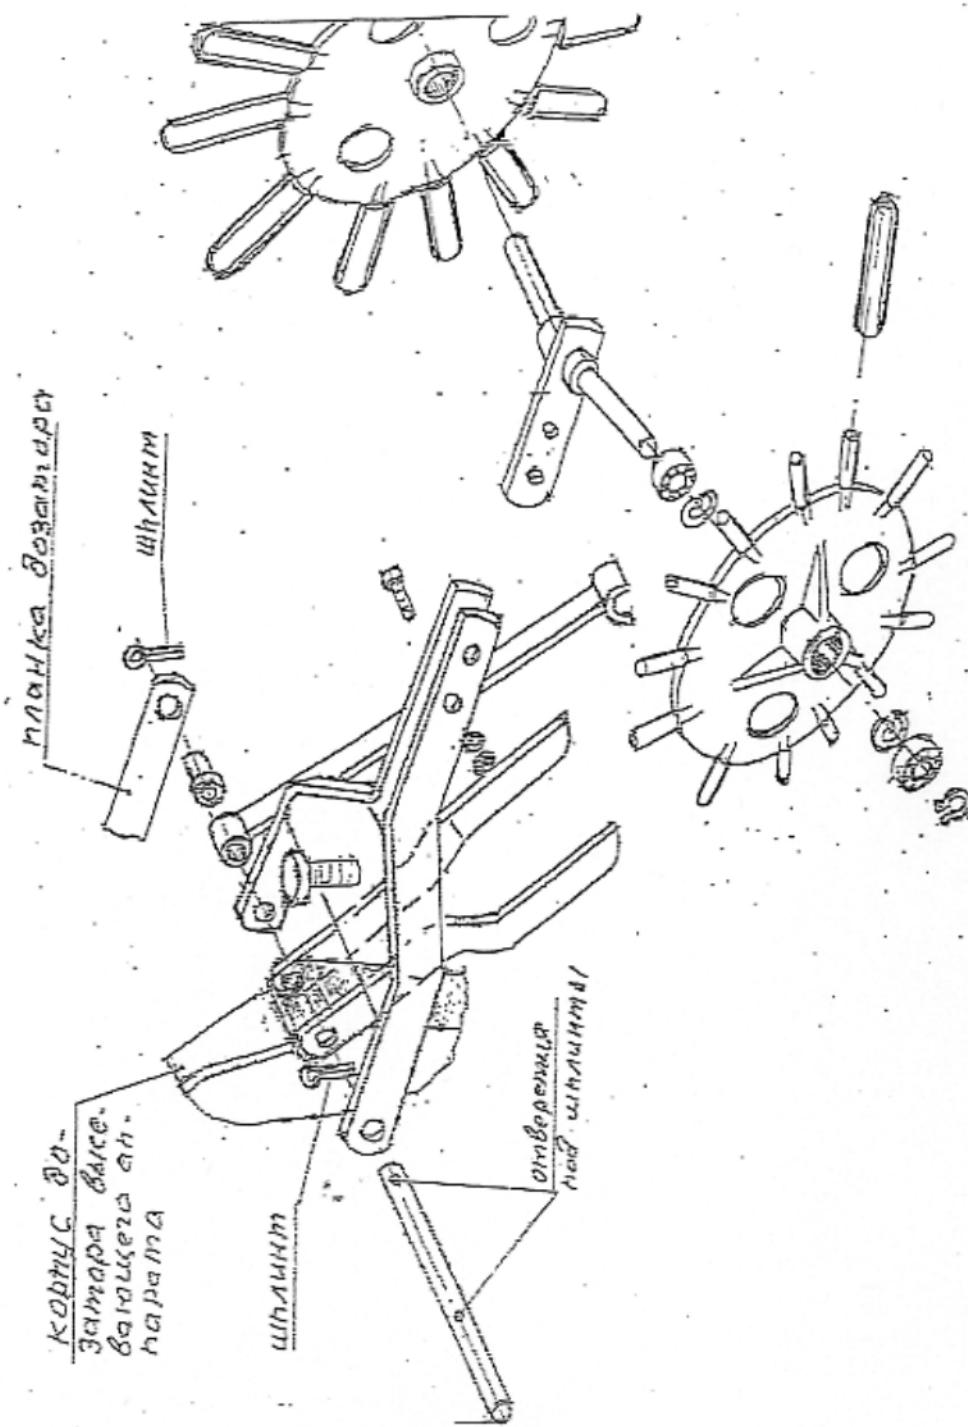

Рис.15
6. Установить на высевающие аппараты ранее демонтированные прикатывающие устройства 21. Монтаж прикатывающих устройств на корпус высевающего аппарата производить в соответствии с рис.15. При монтаже прикатывающего устройства (рис.4; 5) необходимо открутить болт крепления пружины поз.4, установить пружину, прикрутить болт.